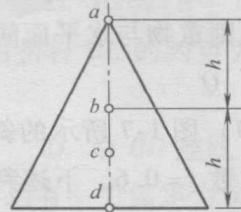

图 1-11
(14) 图 1-11 所示的等腰三角形均质薄板的重心位于 ( )。